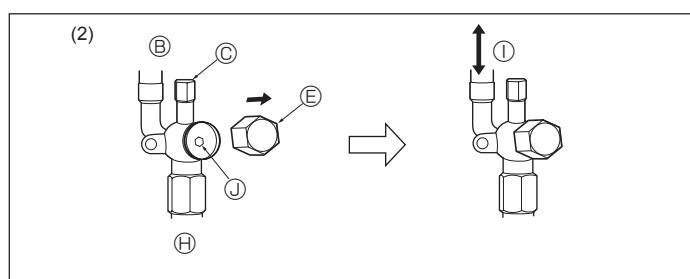

Fig. 5-9
- ① Quite la tapa, tire de la manivela hacia usted y gire 1/4 de vuelta hacia la izquierda para abrir.
② Cerciórese de que la válvula de parada esté completamente abierta, empuje la manivela y enrosque la tapa en su posición original.
##### (2) Lado de líquido (Fig. 5-9)
- ① Abra la tapa y gire la varilla de válvula hacia la izquierda hasta su tope, utilizando una llave hexagonal de 4 mm [3/16"]. Deje de girar cuando llega al tope.
② Cerciórese de que la válvula de parada esté completamente abierta y enrosque la tapa en su posición original.